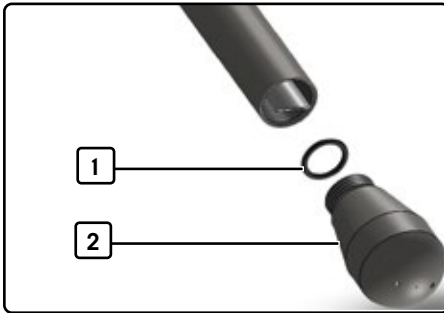

Abb. 10 Düse des Dampfrohrs, demontiert
2. Düse [2, Abb. 10] des Dampfrohrs mit der Hand abschrauben und zur Seite legen.
4. Düse einschließlich Dichtung [1, Abb. 10] wieder anschrauben.